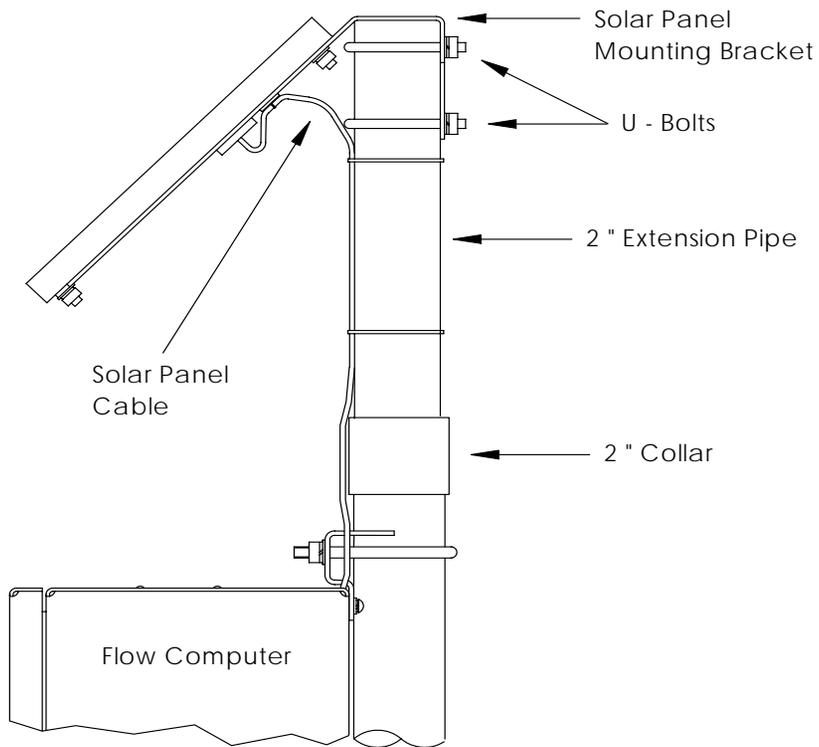

图 4 (太阳能电池板安装)
1. 将 2 英寸管的轴环连接到 μ FLO 安装管的顶端。牢固拧紧。（请参见图 4）